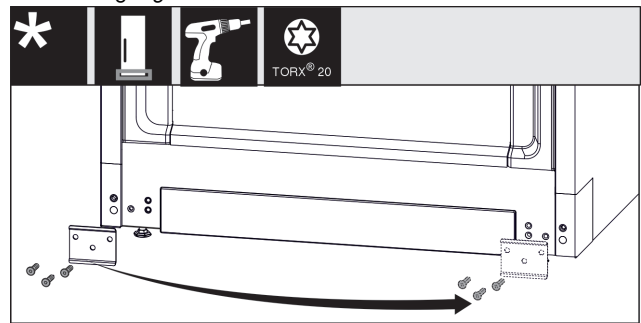

Fig. 19
- Blech Fig. 19 (1) abschrauben, auf die andere Seite umsetzen und wieder anschrauben.